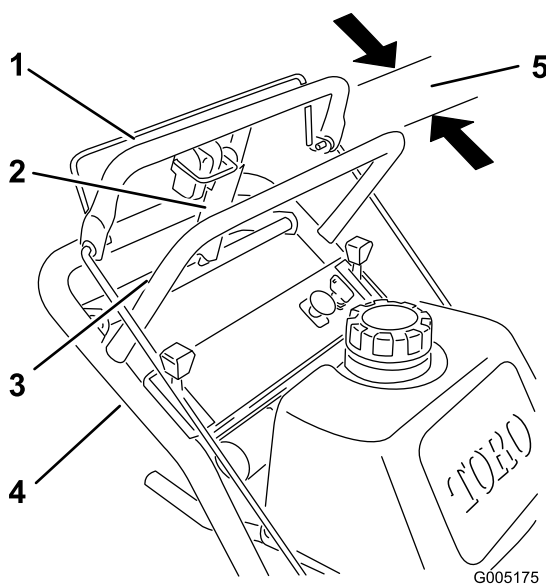

Figure 38
1. Vérifiez l'espace entre la barre de commande supérieure et la barre fixe quand la transmission aux roues est complètement embrayée. Il doit être de 25 à 32 mm (1 à 1-1/4 po) environ (Figure 38).